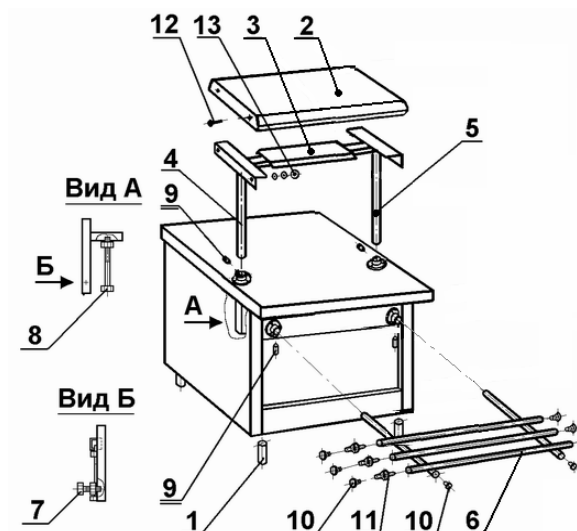

Рис. 3
6.5 Схема сборки прилавка приведена на рис. 3.